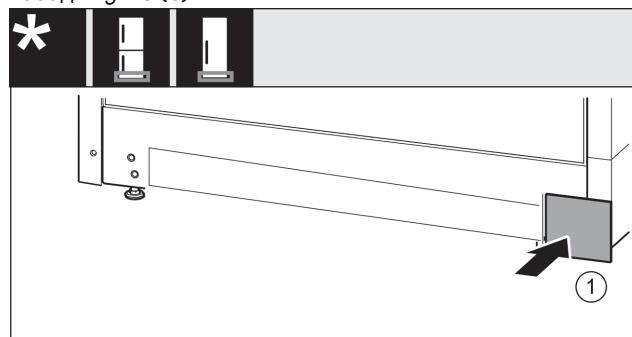

Fig. 19
- Поставете капака отново върху другата страна. Fig. 19 (1)